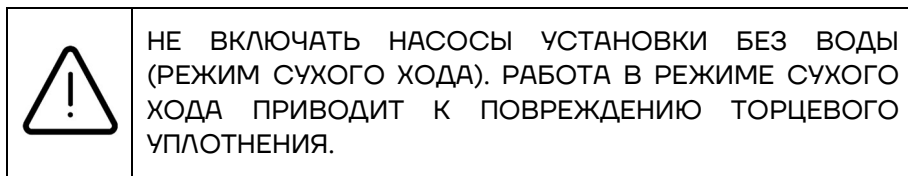

Рис. 6 Контроль давления в мембранном баке
- проверить давление воздуха в мембранном напорном баке (рис. 6). В случае отсутствия или недостаточного давления в баке, необходимо выполнить рекомендации по его увеличению;